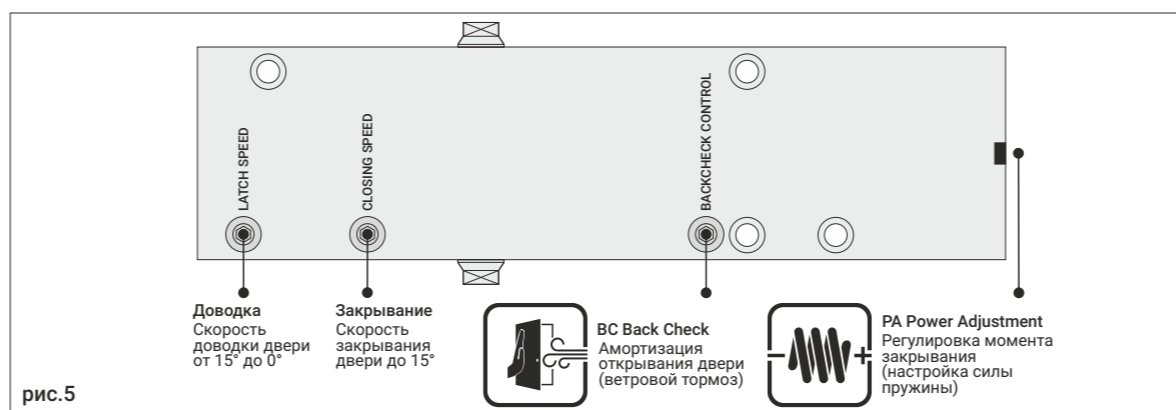
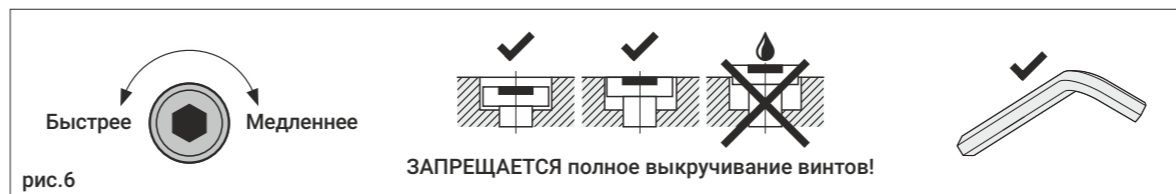

рис.5
рис.6
4. Расположение винтов регулировки дверного доводчика приведено на рис. 5. Не допускайте выкручивания винтов (см. рис. 6), это может привести к потере работоспособности вследствие неправильной эксплуатации. Не используйте аккумуляторные или электрические инструменты, это может повредить винты регуляторов.
5. Отрегулируйте скорости «закрывания» и «доводки», не открывая дверь более, чем на 70°. Поворот винта по часовой стрелке замедляет скорость, против часовой стрелки - увеличивает скорость закрывания, рис.6.
6. Отрегулируйте опцию BC «амортизации открывания», рис.6. Поворот винта по часовой стрелке увеличивает сопротивление открыванию, против часовой стрелки - уменьшает или отключает данную функцию.
- ! Полное выкручивание винтов регулировки приводит к разгерметизации доводчика, вытеканию масла и потере работоспособности вследствие неправильной эксплуатации, рис. 6.